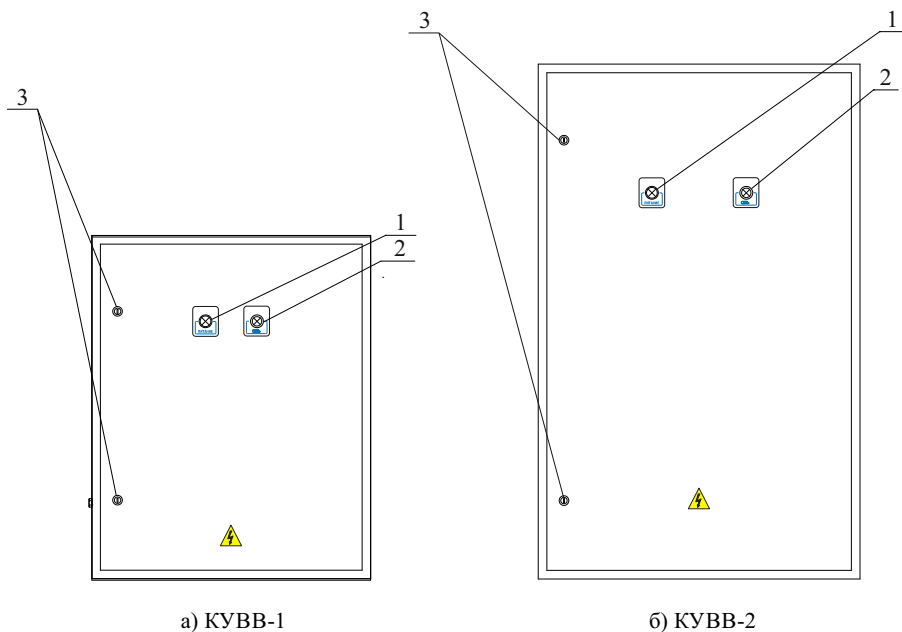

Рисунок 3
5.2 На лицевой стороне дверцы КУВВ расположены (рисунок 3):